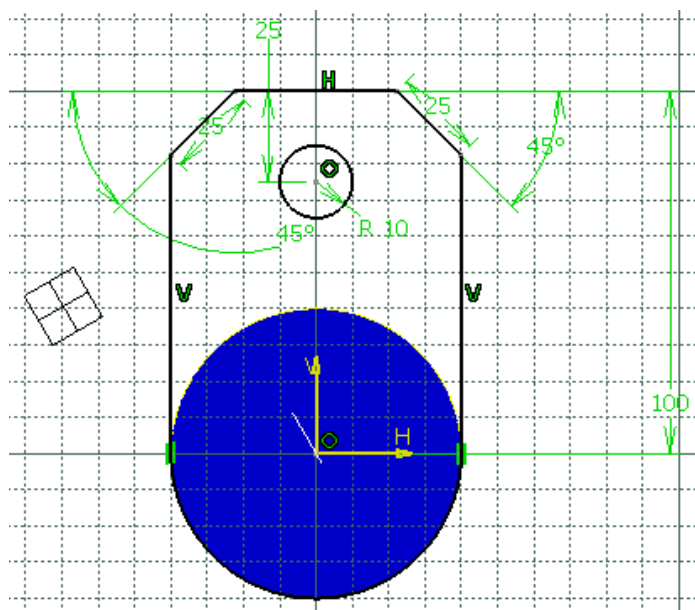

Рис. 101
7) Створити ескіз профілю для витягування упорного кронштейна для даної деталі (Рис. 101).